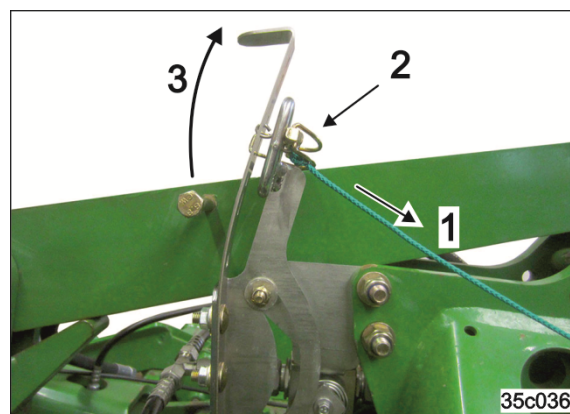

Fig. 141
1. Betjen den hvite trekk-snoren og trekk maljen gjennom kulissen (Fig. 141/1).
2. Fest maljen med fjærpluggen (Fig. 141/2).
3. Aktiveringskroken er festet i den fremre posisjonen og gripes ikke av driftsskruen (Fig. 141/3).